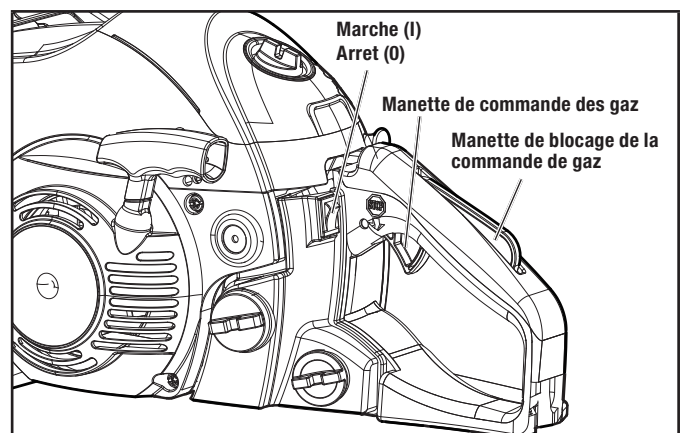
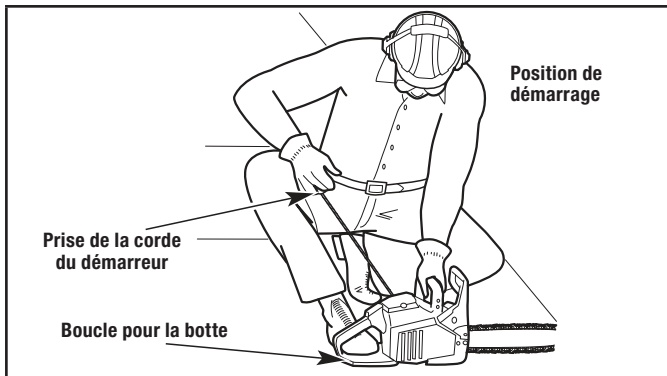

Figure 3
Figure 5
Évitez le démarrage accidentel de la scie à chaîne. Pour éviter toute blessure grave, l'opérateur et la scie à chaîne doivent tous deux être en position stable quand l'opérateur tire sur le câble du démarreur (Fig. 5).
4. NE touchez PAS la commande du papillon (Figure 3). Placez l'appareil sur une surface plane et de niveau. Accroupissez-vous ou penchez-vous en position de démarrage (Fig. 5). Tenez la poignée avant avec la main gauche. Tenez la poignée du cordon du lanceur avec la main droite. Insérez le pied droit dans la boucle de démarrage pour aider à maintenir l'appareil fermement en place.
- Pour arrêter le moteur, appuyez et tenir le bouton ARRÊT (Fig. 3) en position d'arrêt.